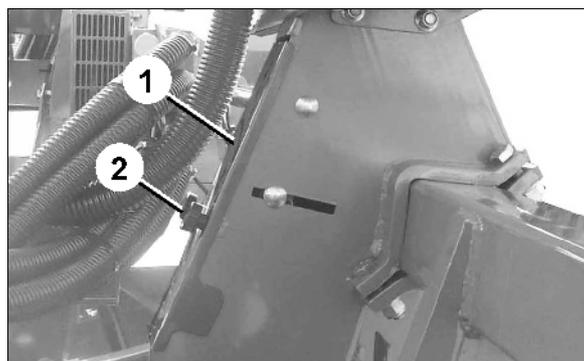

Fig. 31
1. Desserrer les écrous à ailettes (Fig. 31/2).
2. Enlever la protection de chaîne (Fig. 31/1).